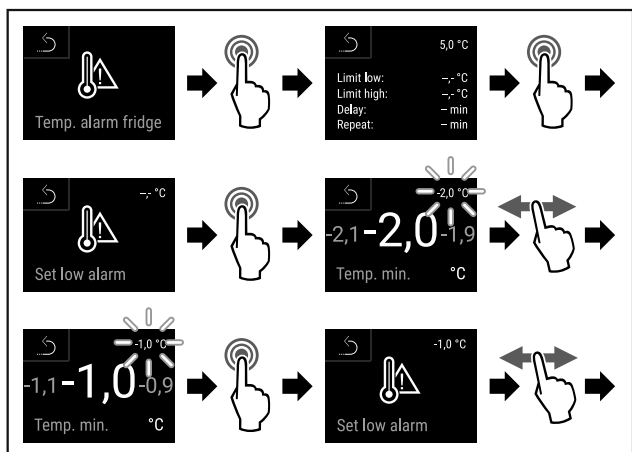

Fig. 140
- ▶ Eseguire i passi (vedere Fig. 140).